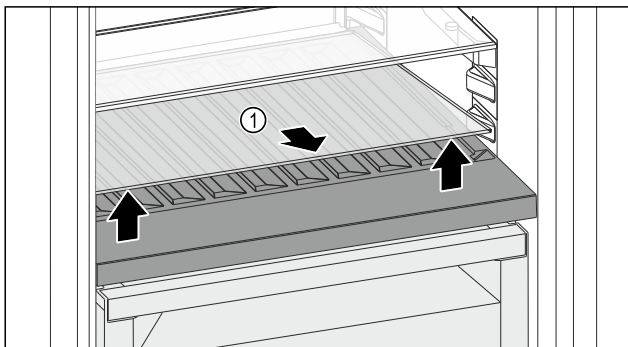

Fig. 98
- Glasplaat Fig. 98 (1) bij de uitsparing aan de voorzijde optillen en verwijderen.
- Glasplaat Fig. 98 (1) goed bewaren buiten het apparaat.